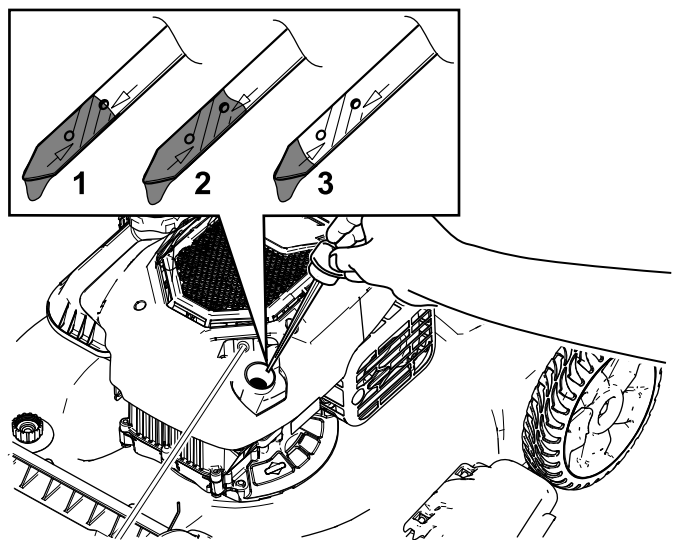

Figura 29
4. Inclinate la macchina sul fianco (di modo che il filtro dell'aria si trovi in alto) per scaricare l'olio usato attraverso il tubo di riempimento (Figura 29).